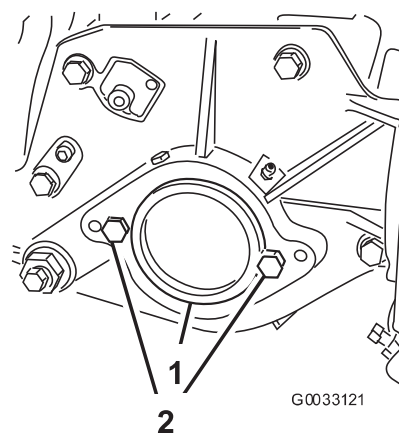

図6
2. カッティングユニット右側のベアリング・ハウジングについているプラスチック製のプラグを外す（図6）。
3. 右サイド・プレートからキャップスクリュー（2 本）を抜く。（図6）
5. カッティングユニットの左側サイド・プレートに、リール・モータ取り付け用のキャップスクリュー2本を仮止める（図6）。